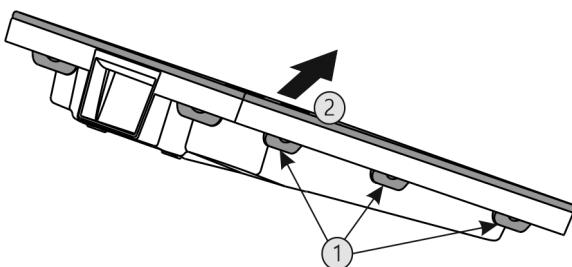

Fig. 53
- Всі накладки Fig. 53 (1) натиснути послідовно і вийняти кришку Fig. 53 (2).